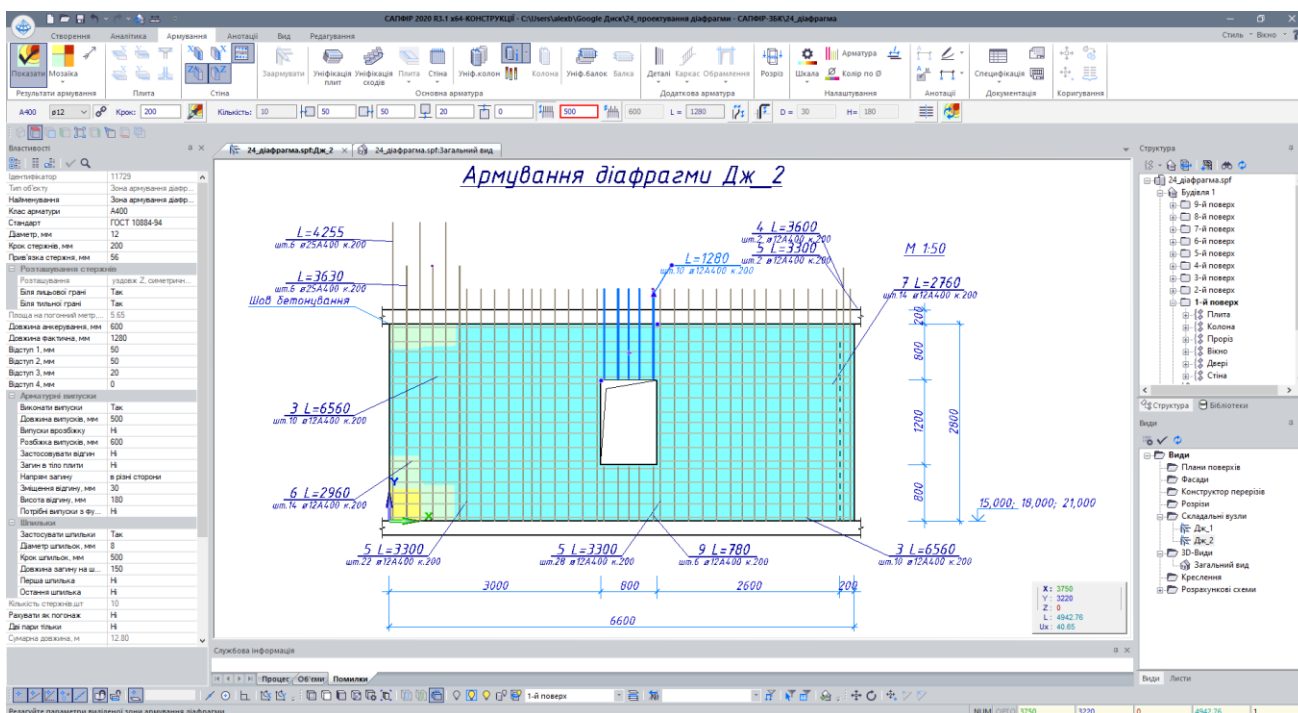

Рис. 24.17. Редагування довжини випусків для зони армування
- **Арматурні випуски** – 500мм (рис. 24.17).